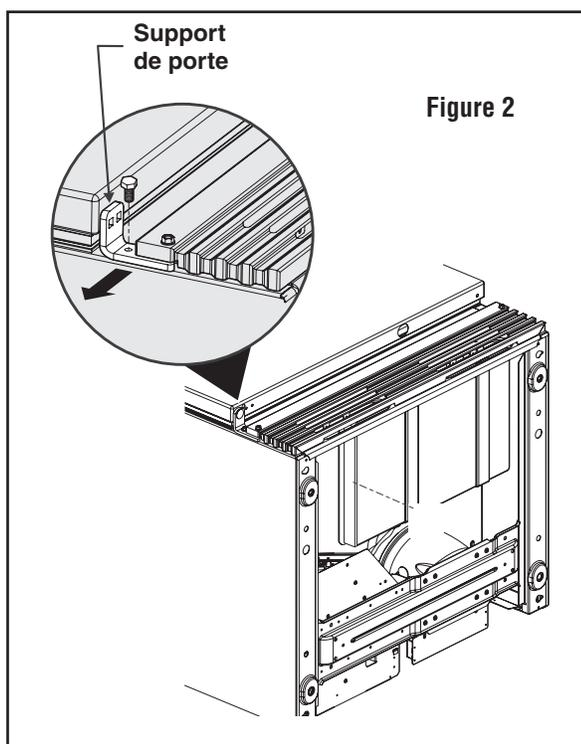

Figure 2
6. POUR LES MODÈLES AVEC PORTE EN VERRE SEULEMENT - Retirez le support de porte inférieur et vissez la charnière de porte sur le côté opposé à l'aide d'une clé à douille de 3/8 po. Reportez-vous à la figure 2.